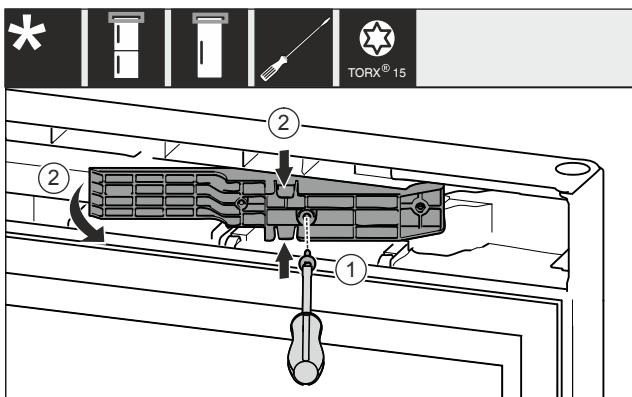

Fig. 12 *
- Ослабити гвинти за допомогою викрутки T15. Fig. 12 (1)*
- Витягнути деталь адаптера. Fig. 12 (2)*